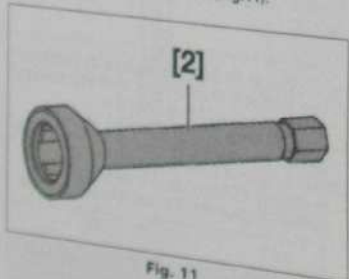

Fig. 11
- [2]. Clé à rouleur (réf. 0721.A) (Fig. 11).